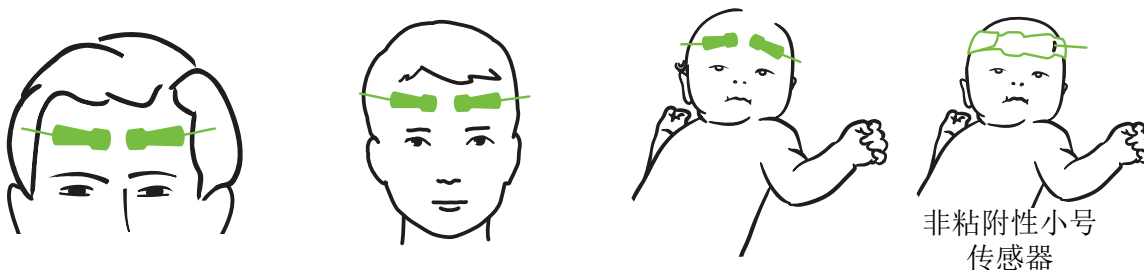

图 12-11 放置传感器（头部）
**头部用法**（图 12-11）：选择发际线以下眉毛上方的部位（传感器线性排列）。